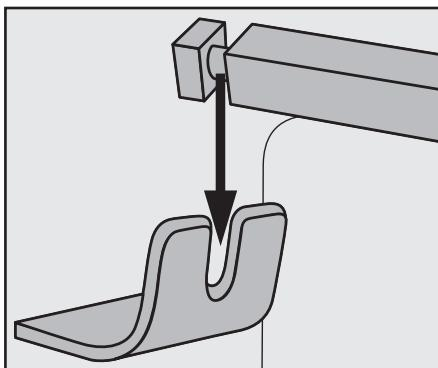

Fig. 2: Drejespydet ⑯ sættes ind i drejespydholderen ⑨.
- Sæt derefter den anden ende af drejespydet ⑯ med den dybe not ind i drejespydholderen ⑨ (fig. 2):